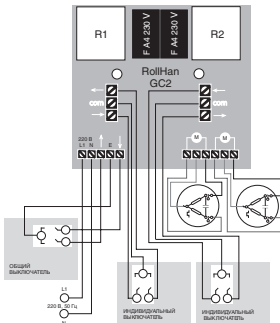

Рис. 2. Схема подключения группового управления GC2
3. Выполните электрическое подключение согласно схеме (рис. 2).
#### Назначение контактов (рис. 2, 3)